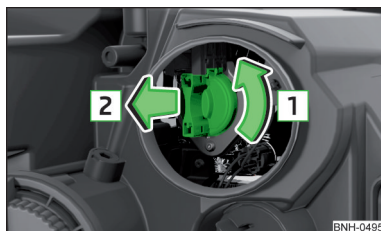

Fig. 192
- Rotiți soclul până la capăt în sensul săgeții **[1]** » fig. 192.